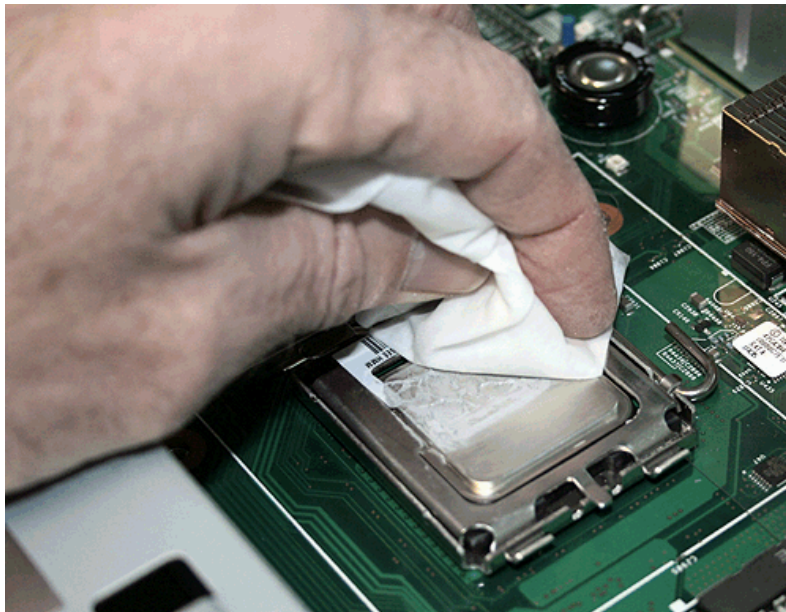

図 276. SAN ボリューム・コントローラー 2145-8G4 マイクロプロセッサからの熱伝導グリースの除去
14. 各マイクロプロセッサの上部の熱伝導グリースを、アルコール拭き取り布を使用して、きれいに除去します (図 276 を参照)。マイクロプロセッサを取り外す前に清掃しておくこと、取り扱いの作業量を軽減することができます。